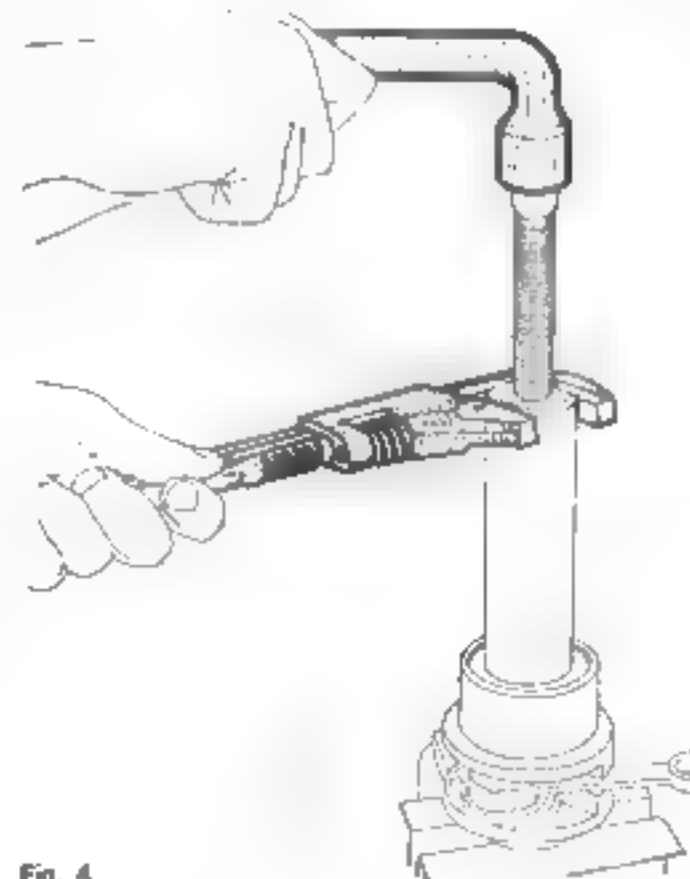

Fig. 4
- Déposer la cale de roulement et relever sa cote d'épaisseur (fig. 4).